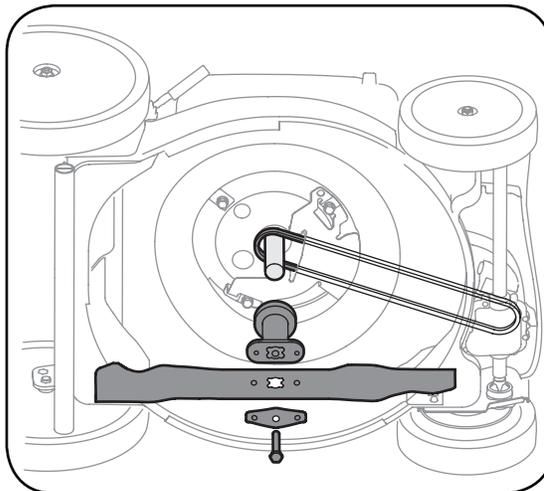

Figura 5
2. Retire del cigüeñal del motor el perno, el soporte de campana de la cuchilla, la cuchilla y el adaptador de la cuchilla. Vea la Figura 5.